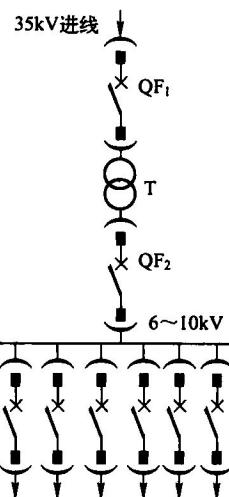

图 1-2 单台变压器的高压变电站主电路图
(2) 图例：图 1-2 为单台变压器的高压变电站主电路图，电源经过断路器 $QF_1 \rightarrow$ 变压器 $T \rightarrow$ 断路器 QF_2 ，送到母线汇流排，再向各电力支路分配电力。
(3) 图例说明：通常将对一次设备进行控制、提示、检测和保护的附属设备称为二次设备；将表示二次设备的图形符号按一定的顺序绘制成的电气图，称为二次接线图或二次电路图。